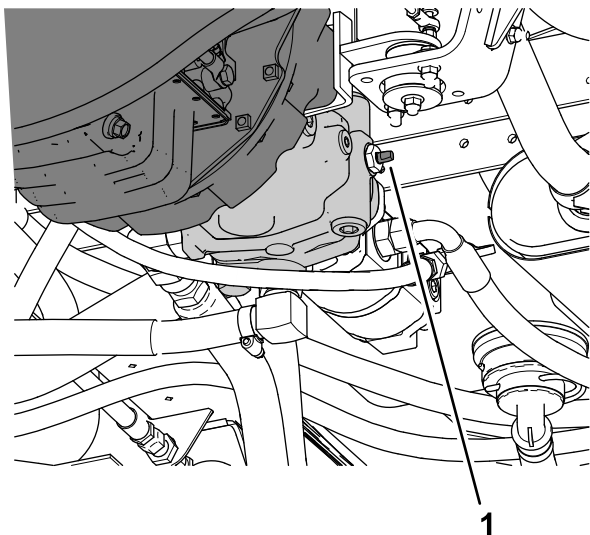

Figura 60
3. Gire la válvula de remolcado (Figura 60) 90° en cualquier sentido para abrirla.